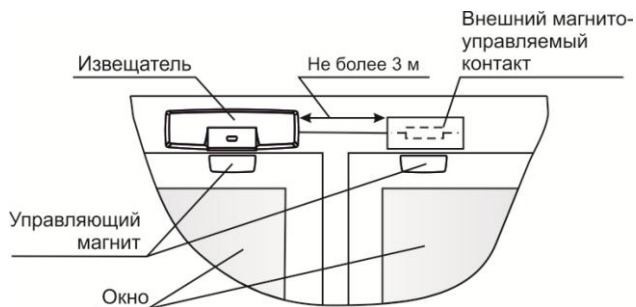

Рисунок 4
8.1.3 Вариант размещения извещателя на окне (рисунок 4).
- Для контроля **встроенного и внешних** магнитоуправляемых контактов (рисунок 4) установить переключки на вилки **Int** и **Ext**.